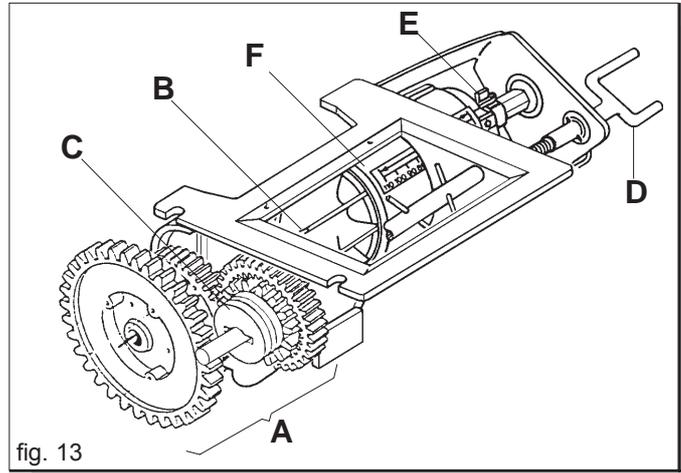
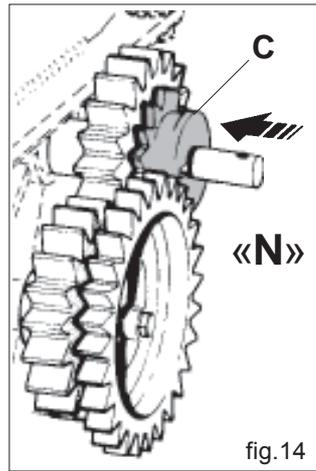
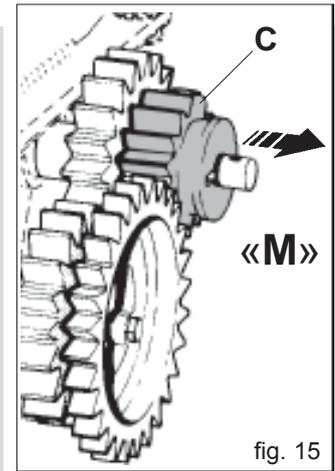
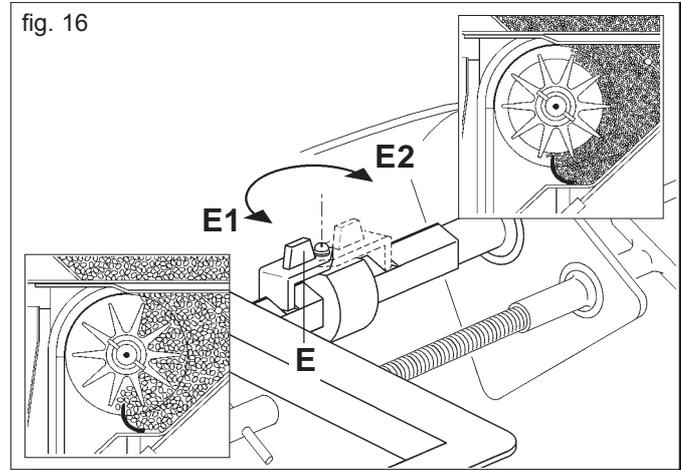

fig. 13
fig. 14
fig. 15
fig. 16
El dosificador (Fig 13), que es el órgano principal para el funcionamiento de la sembradora, se encuentra colocado debajo del tanque de las semillas. Recibe el movimiento de la rueda de transmisión a través de los engranajes (que tendrán una relación proporcional a la anchura del trabajo que se deberá efectuar) y de las cadenas. Consta de un cambio (A Fig. 13), permite dos relaciones de transmisión al rodillo distribuidor (B) variando la posición de la rueda dentada roja (C Fig. 13, 14, 15). En la posición «N» (Fig. 14), la relación con el cambio es de 1:1 dictada por el par de ruedas dentadas Z19; colocando la rueda (C) en «M» (Fig. 15), el rodillo distribuidor demediará los propios giros, puesto que la transmisión será compuesta por la rueda motriz roja Z14 y la rueda conducida Z28. Al efectuar una prueba de dosificación así como viene descrito en el capítulo 3.4.2 se notará que, respecto a la prueba con la relación 1:1, la cantidad de producto distribuido resultará demediado (véase la Tabla 3-4). La posición «M» de la rueda dentada (C) es necesaria para la distribución de semillas y para cantidades relativamente pequeñas. La varilla de tornillo (D) permite graduar la apertura de la persiana según el valor de la escala graduada, indicado en la tabla y de la prueba de distribución (capítulo 3.4.2). El elemento de referencia para configurar la apertura de la válvula es el punto A (Fig. 19).
El resorte de bloqueo (E Fig. 13, 16) permite modificar el campo de apertura de la persiana y simultáneamente la capacidad del rodillo dosificador. La posición «E1» (Fig. 16) permite una apertura de la persiana sobre la escala graduada de 0 a 110 con la máxima capacidad de distribución del rodillo dosificador; mientras en la posición «E2» permite una apertura de la persiana de 0 a 25 que comporta una reducción de la capacidad del rodillo. Es importante recordar que es necesario cerrar siempre completamente la persiana ( en la posición 0 de la escala graduada) para invertir la posición del resorte de bloqueo (E).
La cantidad de la semilla que debe ser distribuida por hectárea, viene graduada por el aparato de dosificación (Fig. 13) moviendo el enrejado (F) por medio del eje de tornillo (D). Las posiciones de la escala dosificación (respecto de la referencia A Fig. 19) corresponden a los valores de la tabla de graduación en la columna de la izquierda (Tabella 3 o 4 pag. 112).